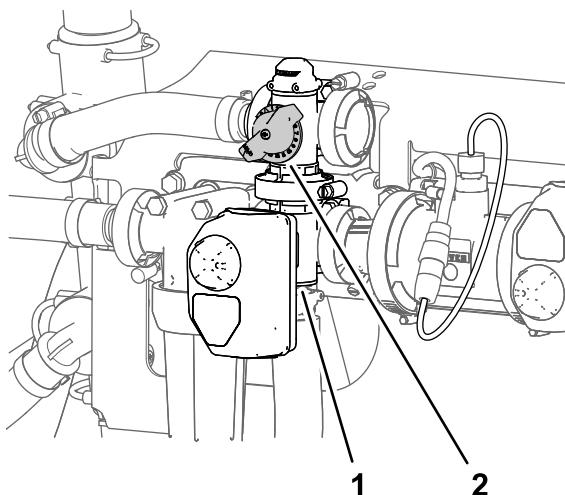

図 28
11. 攪拌バルブの背面についている攪拌バイパスバルブ 図 28 を使って、水圧計の読みシステム水圧が  $6.89 \text{ bar} = 100 \text{ psi}$  になるよう調整する。